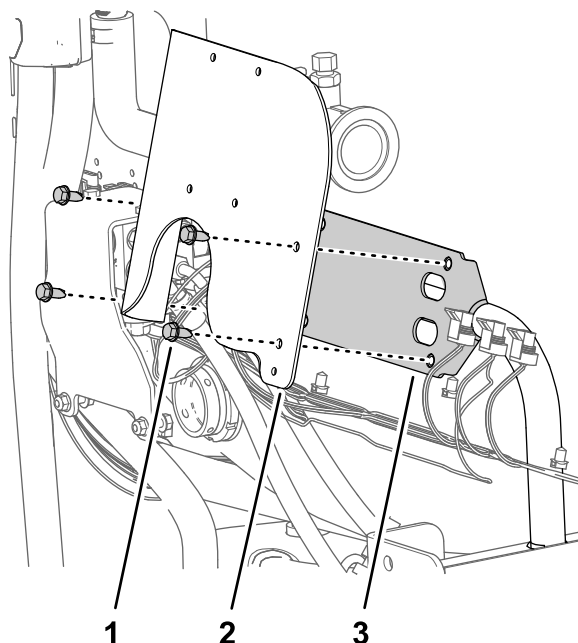

Figura 72
1. Alinhe os furos no suporte do fluxímetro com os furos na montagem da válvula (Figura 72).